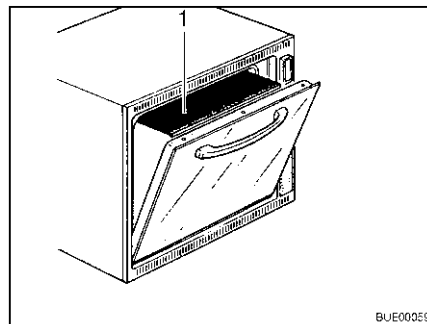

Fig. 163 Plaque de protection contre la chaleur
- Retirer la plaque de protection contre la chaleur (Fig. 163,1).